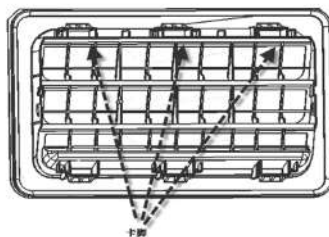

图 2-4-1 后通风口拆卸示意图
(1) 将后通风口总成两侧向外拉出（远离车身方向），即可完成后通风口总成的拆卸；
(2) 注意拆卸时，需从行李箱内侧进行，将其卡脚（如图2-4-1所示）悬臂依次摁压脱离钣金，不可从车外侧强力掰扯产品，以免产品结构断裂报废。